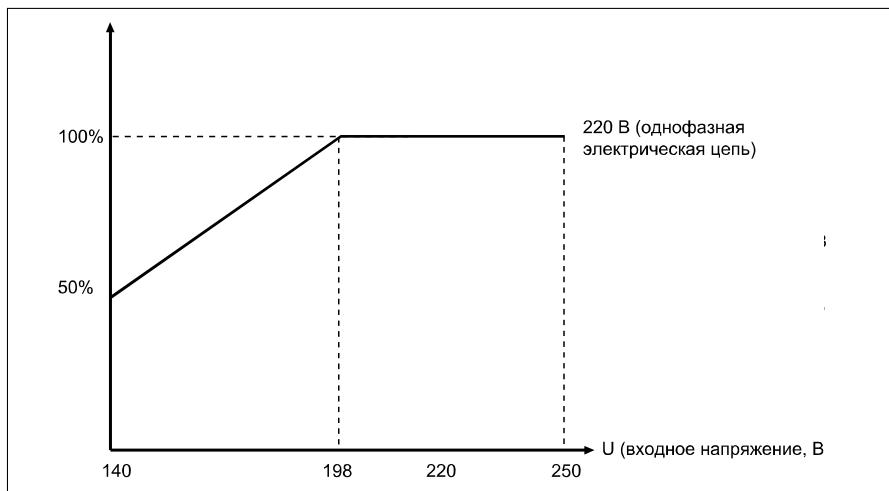

Рисунок 1
2. Включите регулятор напряжения с помощью “Размыкатель цепи” (1). На вольтметре выходного напряжения (5) регулятора напряжения должен отображаться отчет 220 В. Только после того, как вы убедитесь в том, что напряжение является нормальным, вы можете включить оборудование, подключенное к регулятору напряжения.
3. Если напряжение сети ниже 198 В (см. рисунок 1): используйте это напряжение со снижением мощности в соответствии с кривой выходной мощности.
5. Если регулятор напряжения должен быть выключен, то сначала необходимо выключить присоединенное к нему оборудование с помощью выключателя питания оборудования, а затем выключить регулятор напряжения с помощью “Размыкатель цепи” (1). Не используйте выключатель питания регулятора в качестве выключателя оборудования.
7. Если переключатель “Переключатель времени задержки” (2) находится в “выпуклом” положении, устройство находится в режиме длительной задержки. При подаче питания загорается индикатор “Нормальная работа” (индикатор нормального режима работы), индикатор “отложить” (индикатор задержки) гаснет через  $5 \pm 2$  мин, далее на выходе устройства появляется напряжение. Если устройство находится в состоянии защиты от повышенного или пониженного напряжения, тогда также потребуется  $5 \pm 2$  мин, пока не погаснет индикатор “отложить” (индикатор задержки) в режиме длительной задержки. Затем на выходе устройства снова появится напряжение. (смотрите рисунок справа).